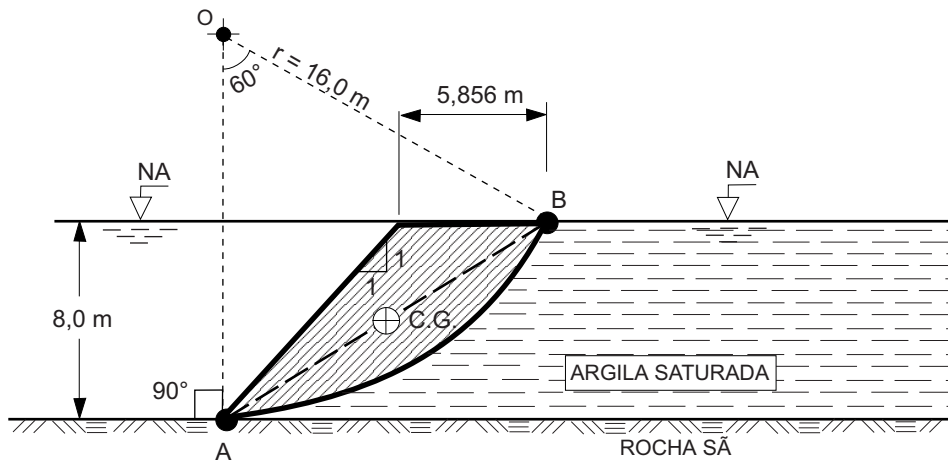

Figura 1 - Mecanismo de ruptura do talude
Fundamentando-se nos resultados dos ensaios geotécnicos realizados sobre essa camada de argila, as escavações previstas foram projetadas com taludes apresentando inclinação 1:1. Nesse estudo, foi considerado que o mecanismo de ruptura crítico era do tipo rotacional circular, de pé de talude, com centro em "O" e raio de 16,0 m, conforme indicado no croqui (Figura 1).
- a) o valor da coesão necessária (c_{nec}) para o equilíbrio estrito do talude (fator de segurança FS=1), para o caso de ruptura rápida, sem drenagem, admitindo que a massa potencialmente deslizante (área com hachuras na Figura 1) tenha seu centro de gravidade no ponto médio da corda \widehat{AB} ; (valor: 8,0 pontos)